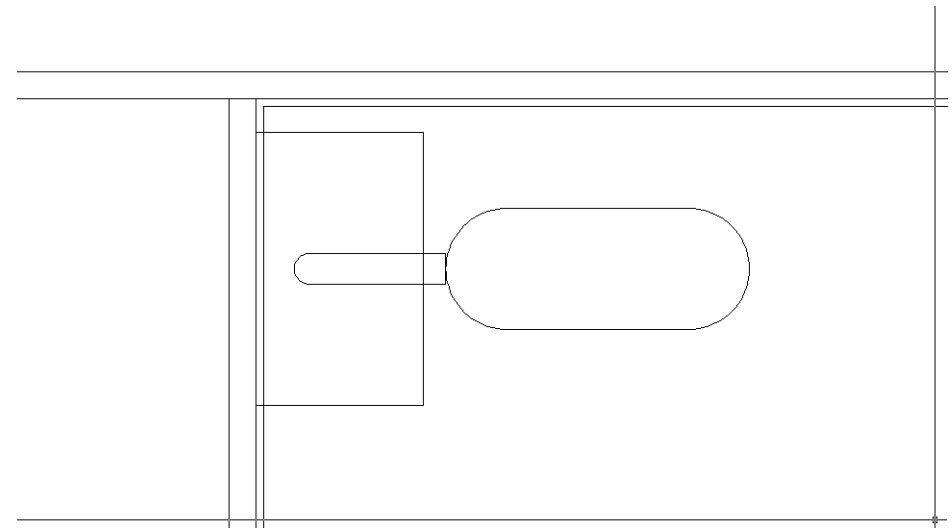

Рис. 5.56 ▼ Чертеж лампы после отсечения лишних половин окружностей и удаления вертикальных отрезков, игравших роль секущих ребер
15. Создайте подобным образом две окружности радиусом 40 мм на плафоне лампы, затем обрежьте все три окружности по вертикальным линиям, после чего удалите эти вертикальные линии, чтобы чертеж принял вид, показанный на рис. 5.56.